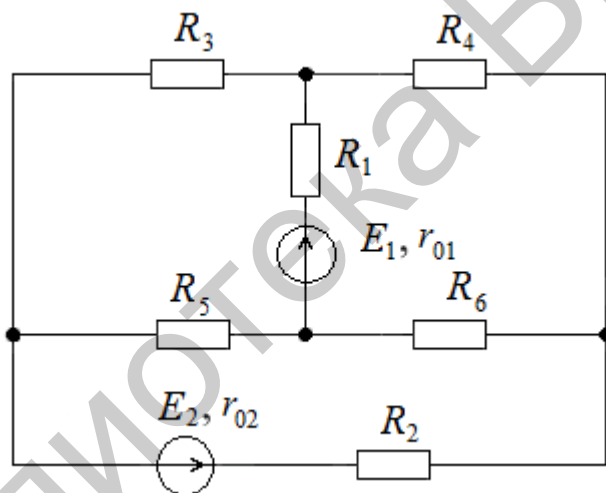

Рис. 121
54. Методом узловых потенциалов определить токи в электрической цепи (рис. 121), если $E_1 = 50$ В; $E_2 = 30$ В; $R_1 = 54$ Ом; $R_2 = 34$ Ом; $R_3 = 25$ Ом; $R_4 = 20$ Ом; $R_5 = 25$ Ом; $R_6 = 40$ Ом; $r_{01} = 1$ Ом; $r_{02} = 1$ Ом.